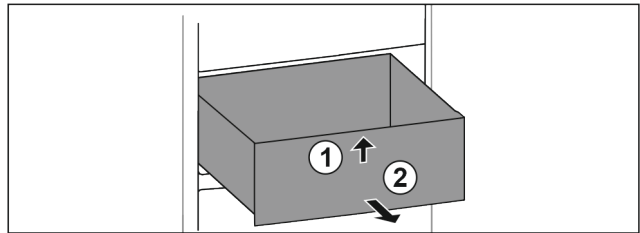

Fig. 75
- ▶ Lade aan de voorkant optillen. Fig. 75 (1)
- ▶ Lade naar voren toe verwijderen. Fig. 75 (2)